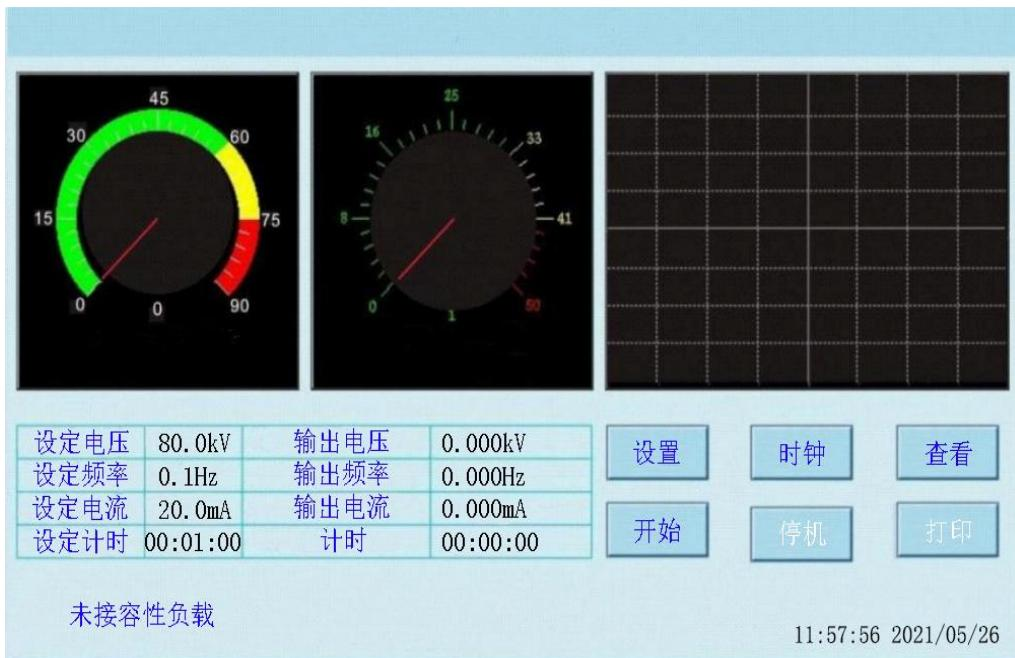

图 11 未接负载提示意图
3.2.4 试验时如果未接负载、负载被击穿、放电严重造成保护等情况，仪器将自动判断未接负载并提示“未接负载，请接容性试品”，停止电压输出，如图 11 所示：